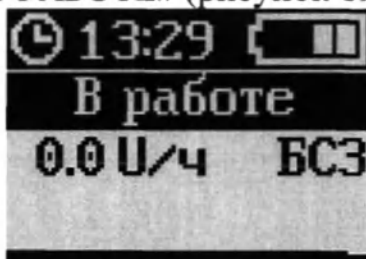

Рисунок 89 – Экран статуса «В РАБОТЕ»
6. Нажать кнопку «МЕНЮ» для выхода в рабочее положение. На дисплее отобразится «В РАБОТЕ» (рисунок 89).